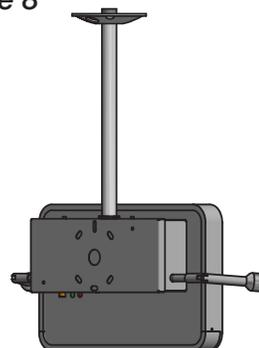

Figure 9
1. Desserrer 2 vis de pression à l'aide d'une clé Allen 1/16 po, une vis de chaque côté au bas du cadre (figure 9).